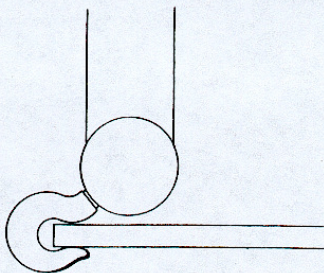

fig.92
- **MAI** usare la punta del gancio come base di appoggio del carico (fig.92).